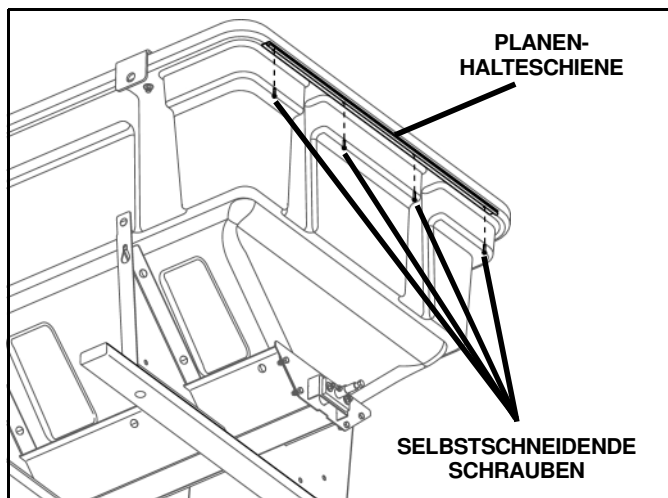

Abb. 1-1
1. Positionieren Sie die Planenhalteschiene aus Aluminium mittig unter der vorderen Lippe des Trichters (Siehe Abb. 1-1).